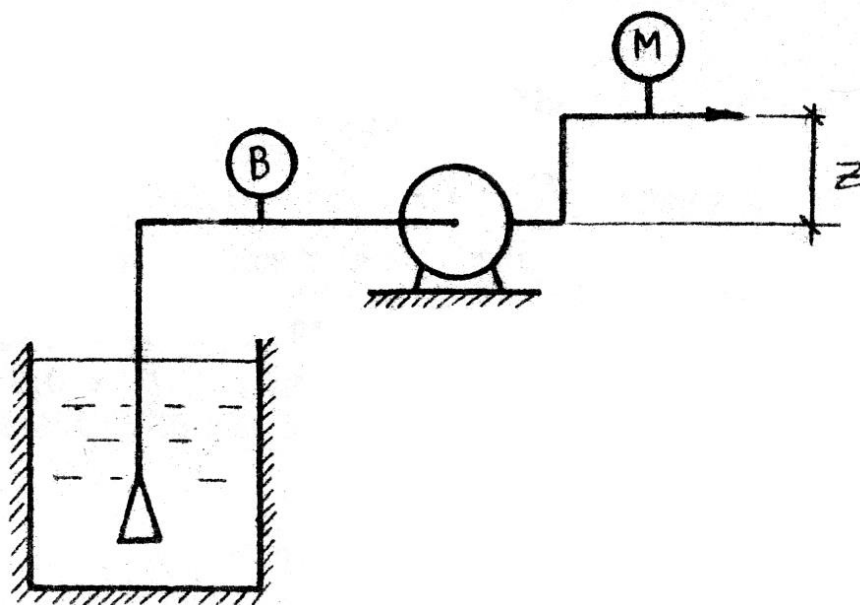

Рис. 3
- вакууметр знаходиться на осі, а манометр нижче осі насосу (рис. 3).